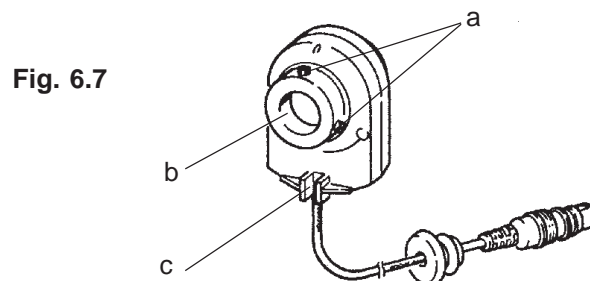

Fig. 6.7
- Fig. 6.7 est une vue frontale du synchronisateur. Le synchronisateur est monté sur le raccord prévu sur le volant de la machine; fixation est faite par 2 vis à six pans creux (a).